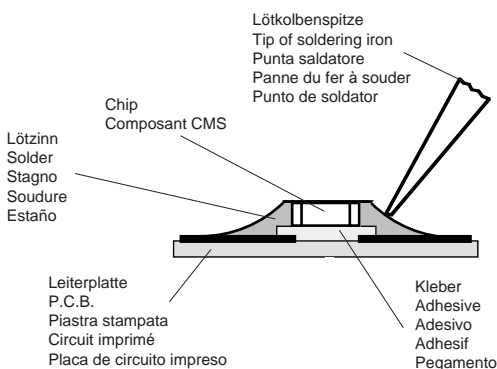

Fig. 1
1. Schritt: CHIP- Lötstelle mit Sauglitze absaugen (Fig. 1).
1. Aspirare i punti di saldatura del CHIP con una calza dissaldante (Fig. 1).
1. step: Clean the CHIP soldering point with a solder wick (Fig. 1).
1. Aspirer la soudure du composant CMS à la l'aide de la tresse à souder (Fig. 1).
Primer paso: Aspirar el estaño del punto de soldadura con un aspirador de los tipos de pera o de resorte (Fig. 1).